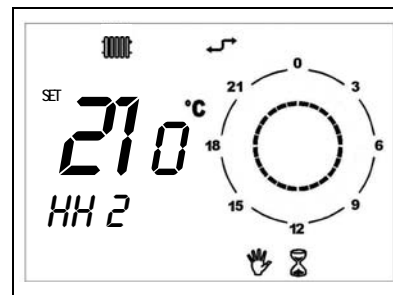

Figura 22
- Funzionamento **MANUALE TEMPORIZZATO (PARTY)**: segnalato dalla compresenza delle icone clessidra e manuale (vedi Figura 22).
- Durante l'intero periodo sul display sarà visibile il tempo rimanente allo scadere della funzione temporizzata (vedi Figura 22).